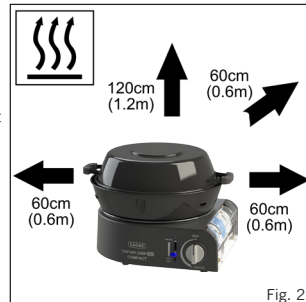

Fig. 2
- Dette apparatet må holdes borte fra brennbare materialer under bruk. Minimum sikkerhetsavstand er: Over enheten 1,2 m. Bakved og på siderne 600 mm. (Se fig. 2)